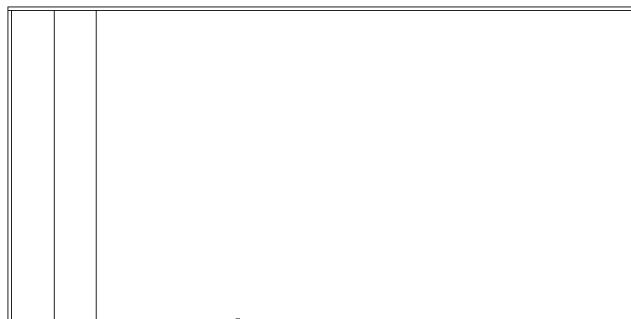

Рис. 4.9 ▼ Смещение нижней линии габаритов рабочей зоны
- В ответ на приглашение выбрать следующую линию для смещения выберите нижнюю горизонтальную линию габаритов рабочей зоны (рис. 4.9), а затем щелкните внутри рабочей зоны, чтобы поднять ее вверх на 400 мм.